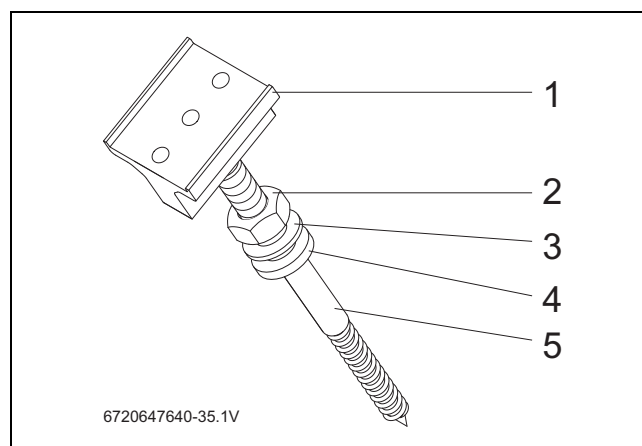
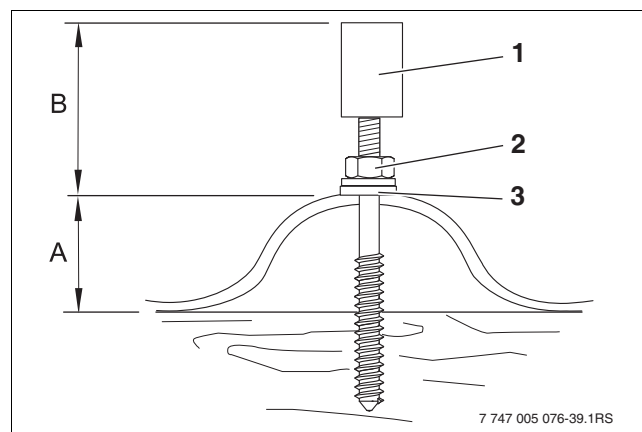

Fig. 37 Orden de montaje de los pernos de doble rosca
Fig. 38 Perno de doble rosca montado
- ▶ Al montar los pernos de doble rosca debe observarse el orden de cada una de las piezas (Fig. 37).
- ▶ Enroscar el caballete de soporte (Fig. 37, (1)) hasta el tope en el perno de doble rosca (Fig. 37, (5)).
i Al apretar los pernos de doble rosca debe observarse que las distancias (tab. 16, Fig. 38) sean iguales en todos los pernos.
- ▶ Apretar la tuerca (Fig. 37, (2)) hasta que el disco de obturación (Fig. 38, (3)) esté en contacto con el tejado por completo.